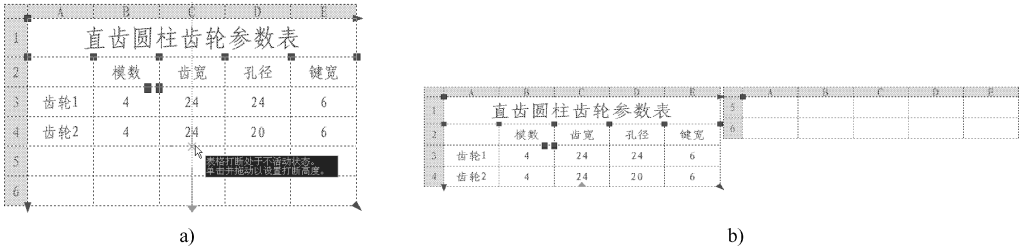

图 7-30 “打断夹点”示例
3) “打断夹点”：拖动“打断夹点”至合适位置，可以将表格拆分为主要和次要的表格部分，如图 7-30 所示。